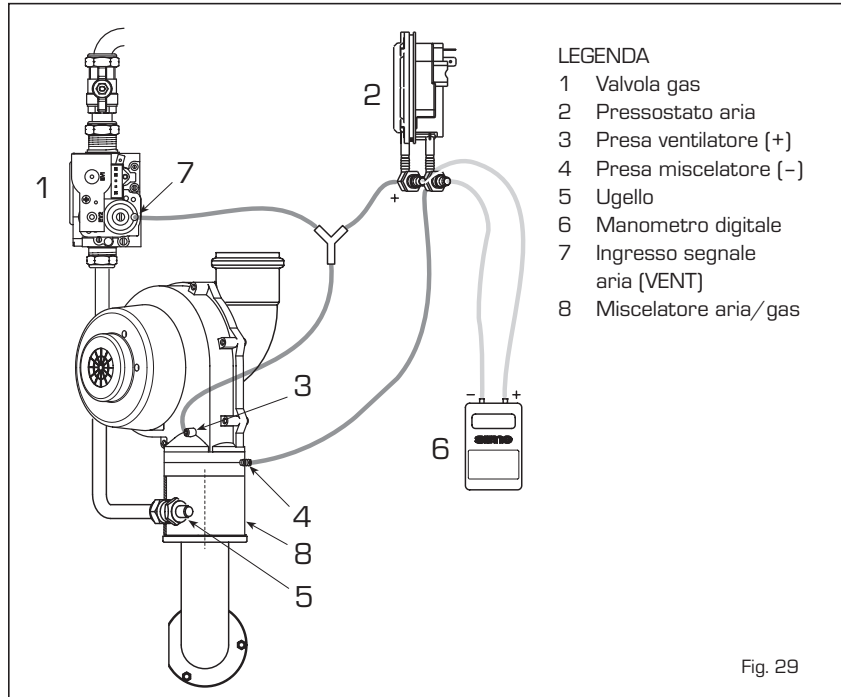

Fig. 29
- Collegare il manometro digitale come indicato in fig. 29.
- Portare il ventilatore al massimo dei giri agendo sul trimmer potenza riscaldamento B (pos. 10).